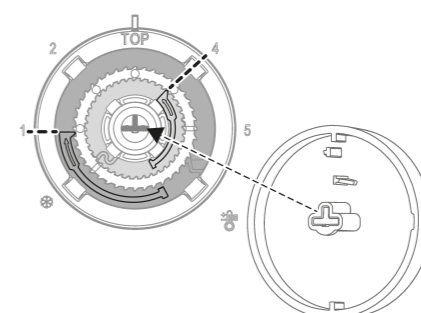

Bild 4: Einstellung der Temperaturbegrenzung (vorher/nachher)
- Bedienknopf von der Zentralplatte abziehen, so dass die Einstellringe sichtbar sind (Bild 4).
- Bedienknopf wieder aufstecken, dabei Kodierung (Bild 4) der Drehachse beachten.